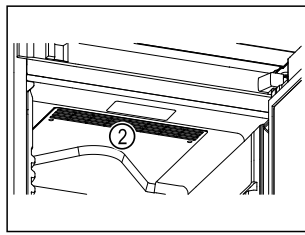

Fig. 62
- Se till att inte blockera ventilationsgallren Fig. 62 (2) för fläkten inne i skåpet.